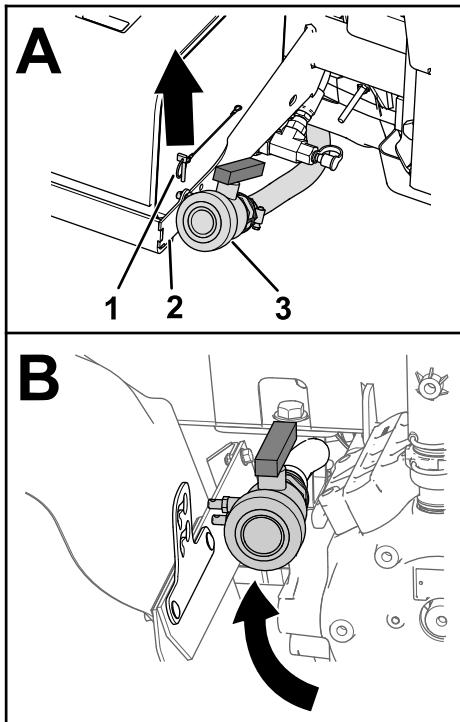

Рисунок 13
2. Переставьте сливной клапан в место между левым задним крылом и насосом опрыскивателя (Рисунок 13).